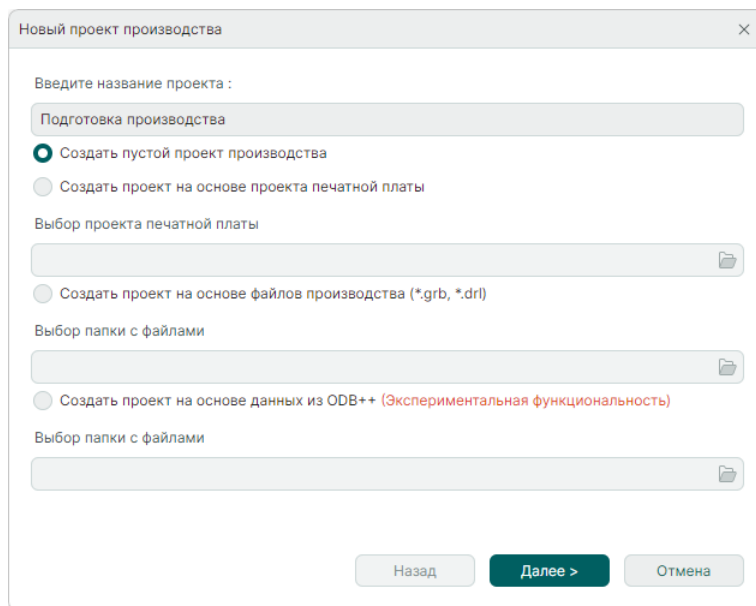

Рис. 90 Доступные варианты создания проекта
90. В окне выберите один из вариантов создания проекта производства, см. Рис. 90.